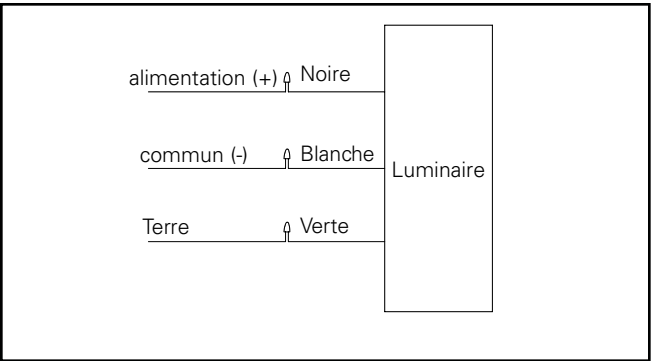

Figure 4.
7. Raccordez les fils conformément au schéma de câblage et poussez les raccordements dans le compartiment de jonction. (Figure 4).
8. Remplacez la plaque de recouvrement et resserrez les (2) vis du couvercle à un couple de 1,7 Nm (15 po-lb).